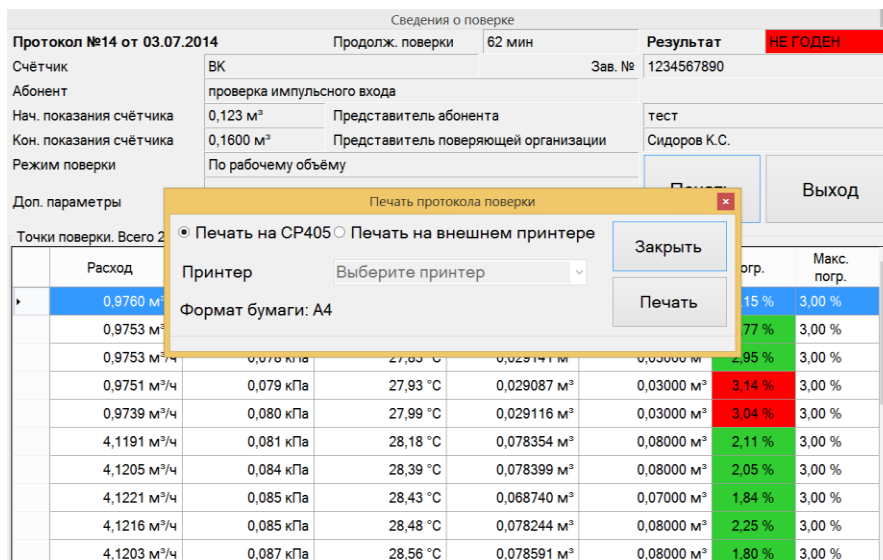

Рисунок 14
16) Для того чтобы распечатать отчет о проведенной проверке необходимо нажать на кнопку «Печать». При этом отображается окно «Печать протокола проверки» с возможностью выбора принтера (рисунок 14, 15).